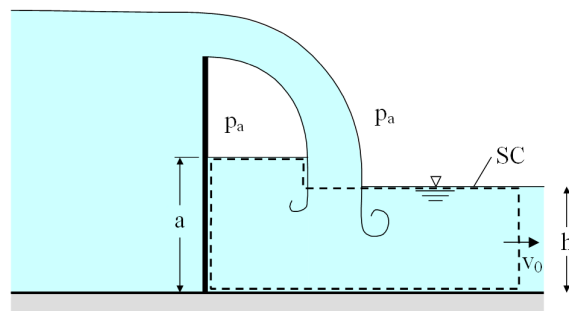

Figura 3.10: Vertedero.
- Tome un VC limitado por la SC fija e indeformable de la figura 3.10 y tenga en cuenta que en el canal la presión varía con la profundidad.